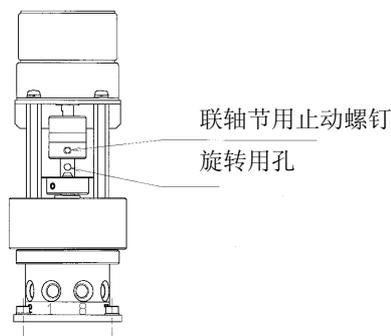

图 6.9 8通阀的启动
1) 切断装置的电源，如图 6.9 所示的联轴节用止动螺钉，用六角扳手等拧松。
2) 在图6.9所示的旋转用孔内插入六角扳手（公称2.5）或与Φ3mm孔相合的金属棒等，将8通阀按顺时针方向旋转或按逆时针方向旋转。